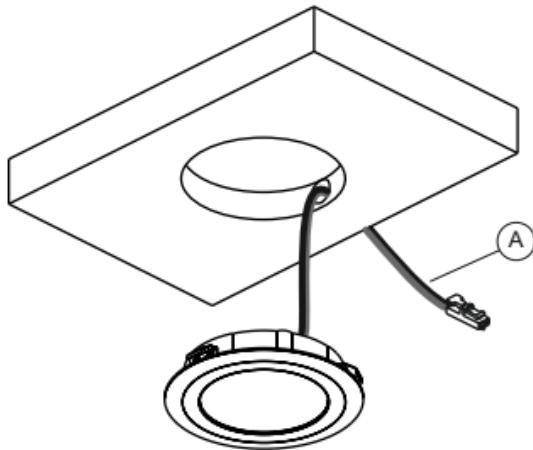

Fig 2
- Insert the power supply cable (A) into the hole and then install the light, applying light pressure until it is completely fitted as illustrated in figure 2.
- Das Netzkabel (A) in die Bohrung einführen, dann den Strahler vorsichtig bis zum Anschlag eindrücken (Abb. 2).
- Insérer le câble d'alimentation (A) dans le trou puis installer le spot en exerçant une légère pression jusqu'à l'insertion complète, comme indiqué sur la figure 2.